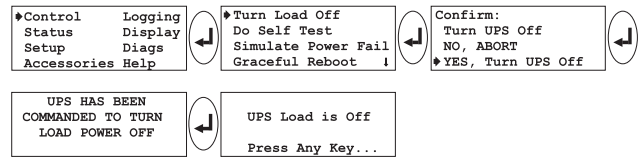

Рис. 5-26 Порядок отключения присоединенной нагрузки
12. Выключите присоединенную нагрузку с помощью последовательности экранов, приведенной на рис. 5-26.